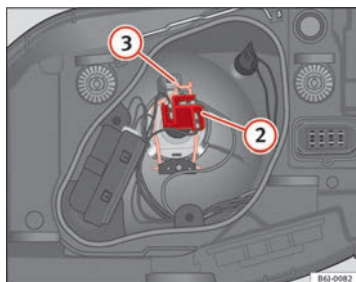

Abb. 149 Abblend- / Fernlicht bei Einfachscheinwerfer
- Ziehen Sie den Stecker ⇒ Abb. 149 ② von der Lampe ab.
- Nehmen Sie die Haltefeder ⇒ Abb. 149 ③ durch Eindrücken und Rechtsdrehung ab.